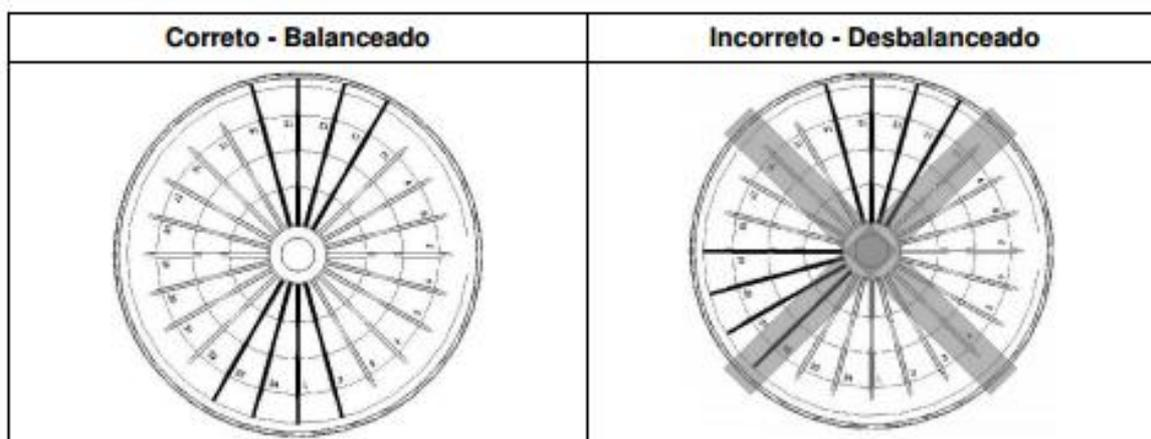

Figura 2 - Exemplo de balanceamento do rotor
Antes de ligar a centrífuga, verifique a disposição dos capilares no rotor com as amostras, sempre os balanceando, como mostra a Figura 2. Os capilares devem ser apropriados e dentro das especificações do rotor (24 capilares de Ø1,5x75mm).
(1) Após colocar os capilares na disposição correta no rotor, como mostra a Figura 2, rosquear a tampa do rotor para encaixe correto e abaixar a tampa para travar a centrífuga. Ligue o botão Liga/Desliga, a luz indicadora irá acender. (2) Gire o botão de ajuste de tempo (timer), para definir o tempo necessário, no intervalo de 0 a 30 minutos (se o tempo for ajustado em 0, a centrífuga irá funcionar em modo contínuo). (3) Gire o botão de ajuste de velocidade, até o ponto desejado, para início da centrifugação. Tenha certeza que o indicador de velocidade aponta para a posição zero no início da operação. (4) Quando o tempo selecionado esgotar, a centrífuga irá parar automaticamente (exceto se estiver operando em modo contínuo, quando deverá ser parada manualmente, girando, levemente, o botão de ajuste de tempo para esquerda). (5) Desligue o aparelho no botão Liga/Desliga e retire os capilares.